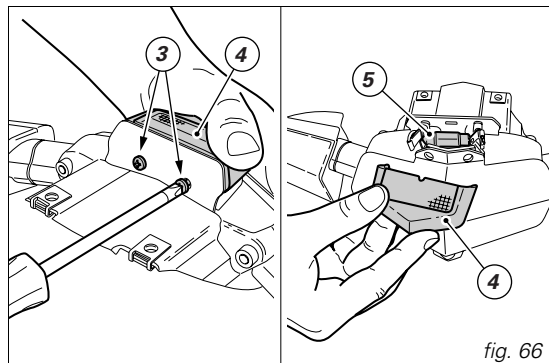

fig. 66
Svitare le due viti autofilettanti (3) che fissano la coppetta (4) con trasparente per la luce targa. Sfilare la coppetta con trasparente e sostituire la lampada (5) della luce targa (fig. 66).